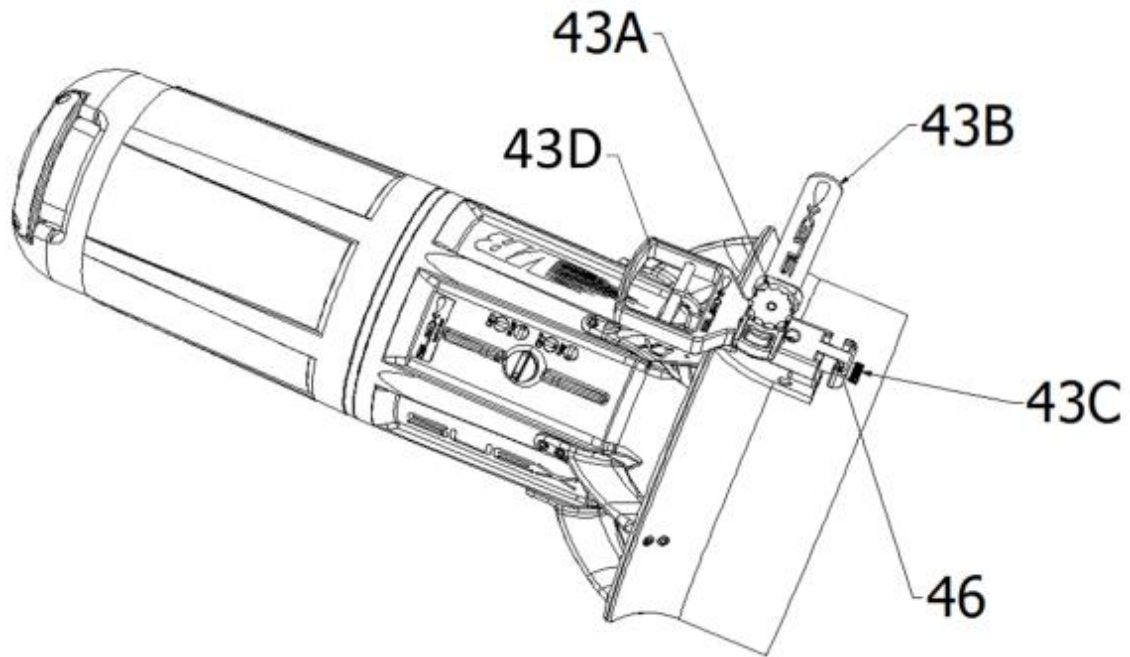

Fig.6
Nel dispositivo di comando (fig.6) troviamo: il grilletto (43D), un pomolo di fissaggio (43A) e una relativa vite di blocco pomolo, una maniglia (43B), un pomolo di fissaggio accessori (43C), due sedi per accessori (46).
Per quanto riguarda l'utilizzo, l'impugnatura può essere posizionata a destra (come nella Fig.6) o a sinistra.